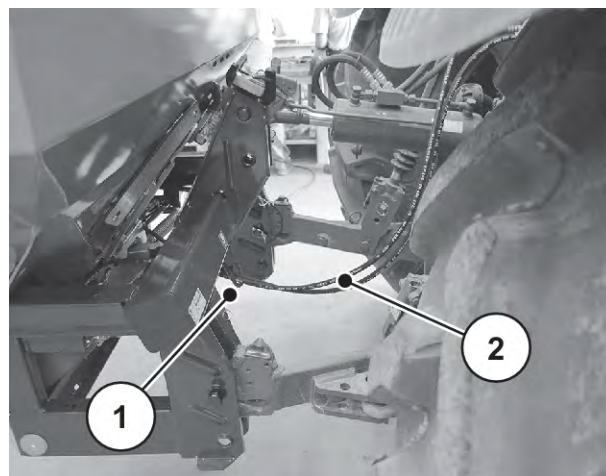

Рис. 23: Направляющая гидравлических шлангов
- ▶ Проложите гидравлические шланги под поперечной трубой. См. *Рис. 23 Направляющая гидравлических шлангов*